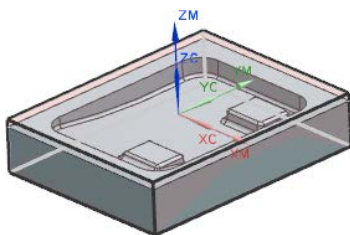

图 15.3 毛坯几何体
Step3. 单击“毛坯几何体”对话框中的 **确定** 按钮，系统返回到“铣削几何体”对话框，完成图 15.3 所示毛坯几何体的创建。